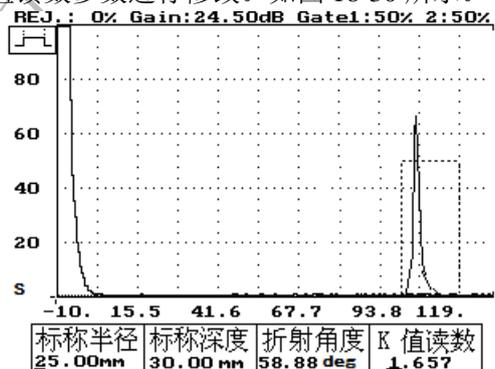

图 18-30
(1)、按进入键——退出 K 值校准的测试状态，同时在 “K 值读数” 参数下有一 “—” 光标，提示用户是否对 K 值读数参数进行修改。如图 18-30 所示。